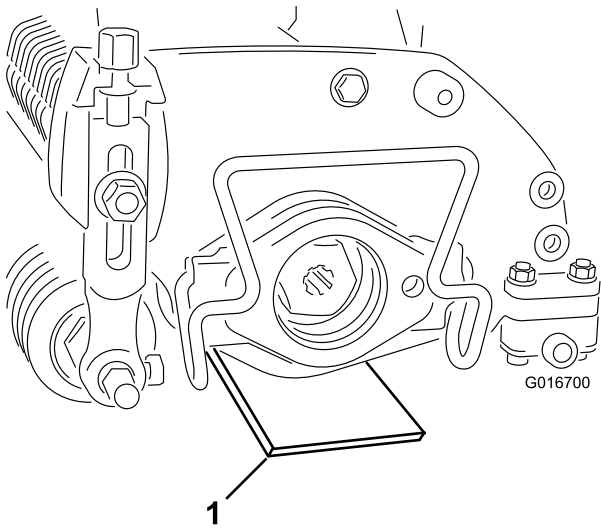

図 3
2. 希望する設定高さ地表面からの高さにゲージバーを設定し、このゲージバーをサッチングユニットの左右の端部に当てる  図 3。